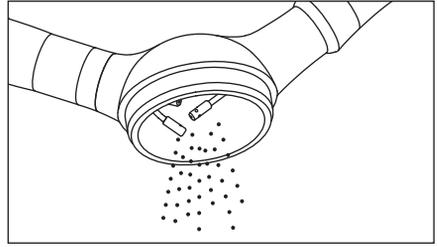

Fig. 11
- 1) Aprire il coperchio del serbatoio della polvere e rimuovere la polvere rimanente. (Fig. 11)